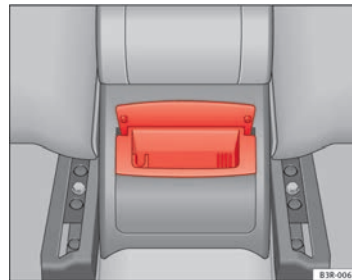

Abb. 121 Aschenbecher
- Fassen Sie das Gehäuse am geöffneten Deckel an ⇒ **Abb. 121** und ziehen Sie es nach oben heraus.